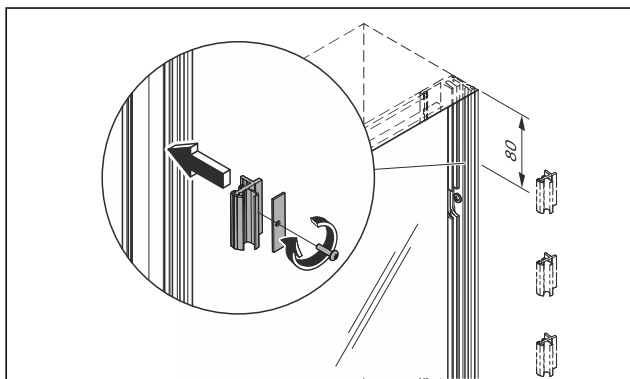

Abb. 35 Beispiel für das Anbringen von Glas-Klemmstücken an das senkrechte Grundprofil und Seitenteil
10. Den Abstand der Glas-Klemmstücke von ca 80 mm zur Ecke einhalten. (Abb. 35)